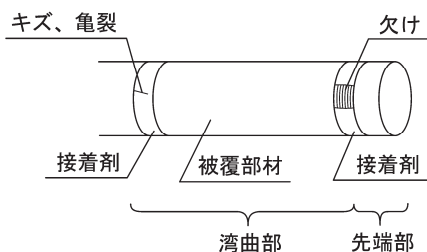

図1
- ・湾曲部の被覆部材の両端の接着剤にキズ、欠け、亀裂などがないことを確認すること。湾曲部の被覆部材は両端の外周を糸で巻き、その上から接着剤を塗布することによって固定されている。そのため、接着剤が欠けると糸が露出する。異常がある状態で使用すると、体腔内を傷付けたり、接着剤や糸が脱落するおそれがある（図1参照）。